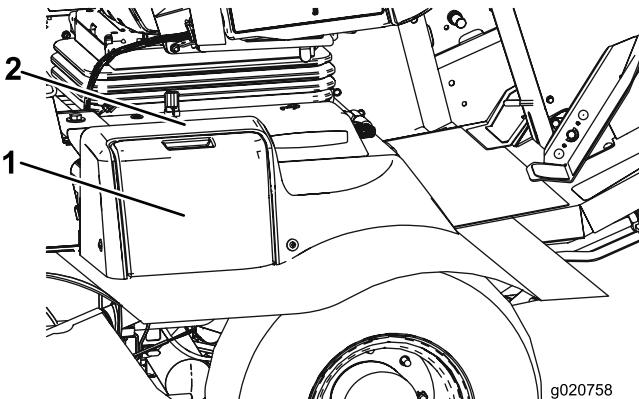

Figura 51
- Abra la tapa de la batería, situada en el lado de la cubierta (Figura 51).
Nota: Presione hacia abajo sobre la superficie plana situada encima de la tapa de la batería para facilitar la apertura de la tapa (Figura 51).